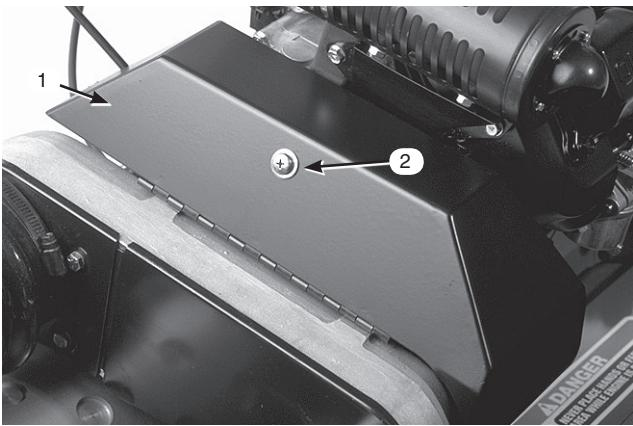

図39
2. Vベルト・カバーを固定しているリテーナをゆるめて、カバーを開ける(図39)。